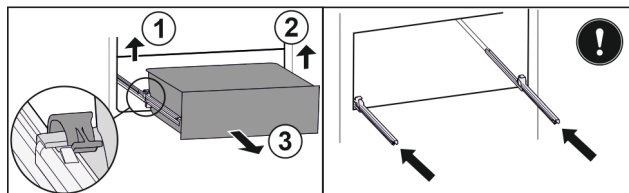

Fig. 38*
- ▶ Sollevare il morsetto a sinistra e contemporaneamente tirare in avanti il cassetto a sinistra Fig. 38 (1).*
- ▶ Sollevare il morsetto a destra e contemporaneamente tirare in avanti il cassetto a destra Fig. 38 (2).*
- ▶ Rimuove il cassetto tirandolo in avanti Fig. 38 (3).*